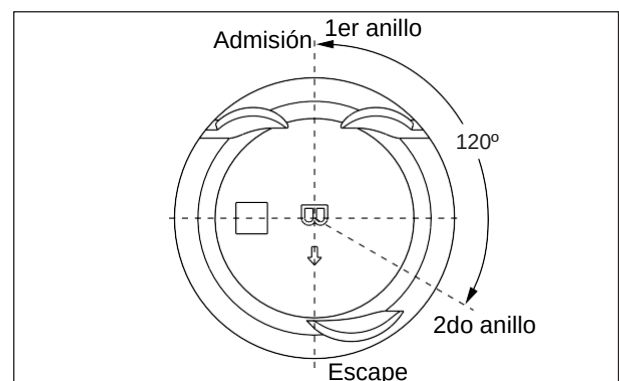

Fig. 3.100
- Monte el segundo anillo (TOP2), ubicando los extremos a 120° a la derecha desde el centro de la admisión. (Fig. 3.100)
- Monte el primer anillo (TOP1), ubicando los extremos hacia el centro de la admisión. (Fig. 3.100)